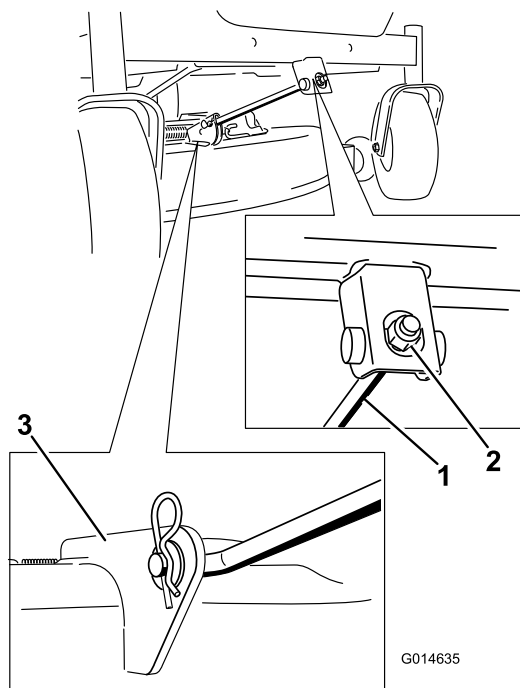

Figure 68
4. Retirez la goupille fendue de la tige de support avant et déposez la tige du support de plateau (Figure 68).
6. Fixez la tige de support avant au plateau de coupe à l'aide de l'axe de chape et de la goupille fendue (Figure 68).